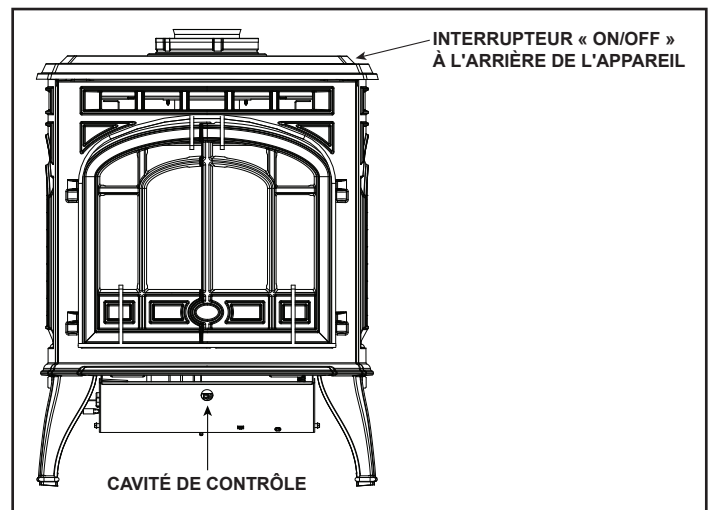

Figure 3.6 Emplacement du logement des commandes/de l'interrupteur « ON/OFF »
1. Accéder au logement des commandes du foyer. Voir la figure 3.6 pour connaître l'emplacement.